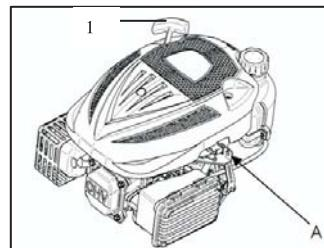

Fig.3      A. Furo para passagem do cabo
Não permita que a alavanca do motor de arranque (1) se encoste contra o motor. Retorne delicadamente para evitar danos ao motor de arranque. (Fig.3)